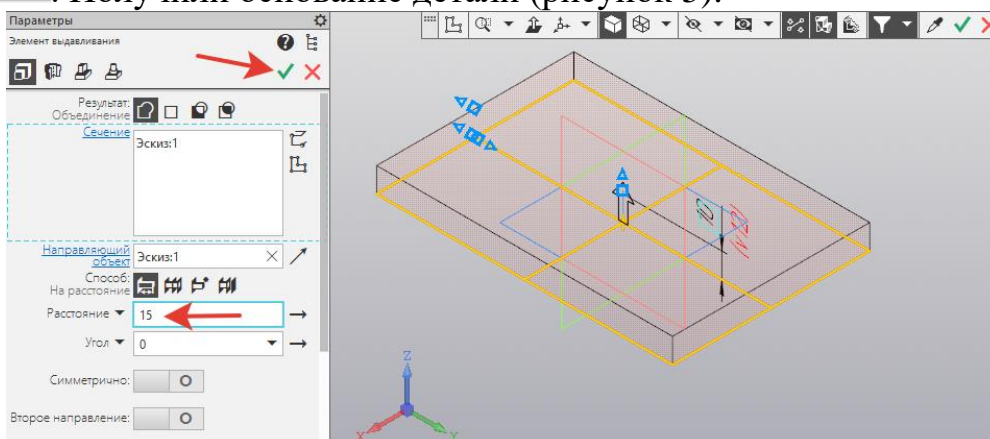

Рисунок 5.
4. На инструментальной панели выбрать *Элементы тела* – выбрать  *Элемент выдавливания*. В *Параметрах* задать *Расстояние* – 15, *Создать объект* . Получили основание детали (рисунок 5).